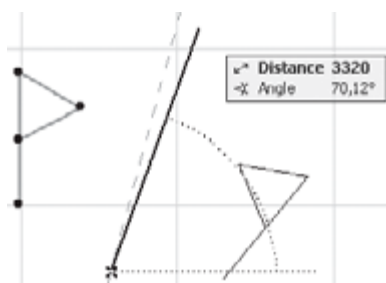

Рис. 4.12. Зеркальное отражение объекта
4. Щелкнув кнопкой мыши, задайте конечную точку оси отражения. Объект зеркально отображен относительно построенной оси (рис. 4.12).